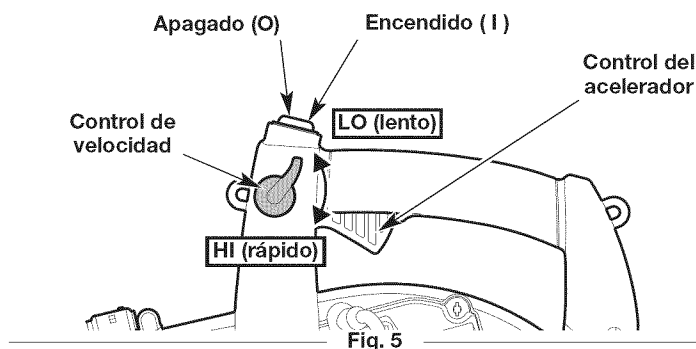

Fig. 5
**NOTA:** No es necesario encender la unidad. El interruptor de encendido/apagado está en la posición **ENCENDIDO (I)** en todo momento (Fig. 5).
4. Mueva el control de crucero a la posición **LO (lento)** (Fig. 5).
**NOTA:** Mantenga el control de crucero en posición **LO (lento)** y **NO** presione el control del acelerador hasta el paso 9 (Fig. 5).
8. **NO** apriete el control del acelerador. Ponga el motor en una marcha lenta durante 5 a 10 segundos. Si la unidad se detiene durante este momento: Apriete y mantenga oprimido el control del acelerador o mueva el control de crucero a la posición **HI (rápido)** (Fig. 5). Tire de la cuerda de arranque con un movimiento controlado y firme hasta que arranque la unidad.
9. Apriete y mantenga oprimido el control del acelerador o mueva el control de crucero a la posición **HI (rápido)** (Fig. 5). Deje que el motor se caliente durante 30 a 60 segundos.
2. Oprima y mantenga apretado el interruptor de encendido/apagado en la posición **APAGADO (O)** hasta que el motor se pare por completo (Fig. 5).
- Use el control de velocidad para facilitar la operación continua (Fig. 5).